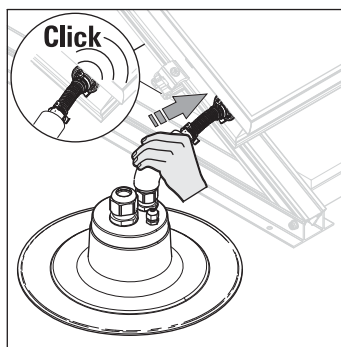

Fig. 3-27 Insertion des raccords coudés dans les tubes de raccordement de capteur
8. Enfoncez les raccords coudés dans les tubes de raccordement de capteur jusqu'à ce que les pinces de fixation s'enclenchent (fig. 3-27).